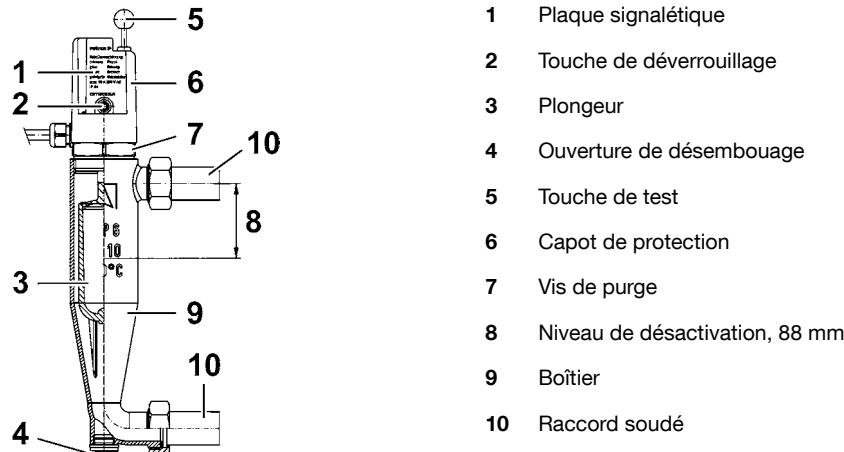

Figure 1: WMS 800
- ▶ Le niveau de désactivation de la sécurité manque d'eau (voir figure 1, page 6, N°8) doit se situer au moins 100 mm au-dessus de la surface chauffée la plus élevée du générateur de chaleur.
1. Appuyer sur la touche de test. Voir figure 1, Page 6, N° 5.
WMS 800 avec verrouillage : Voir figure 1, Page 6, N° 2.